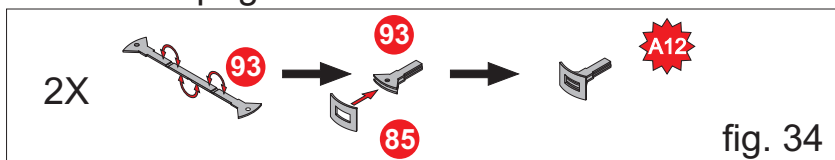

fig. 34
17) In questa fase è descritto l'assemblaggio dei pezzi 12 e 19, pancone anteriore e posteriore. La parte inferiore dovrà richiudersi su se stessa a formare uno scatolato che diventerà il vano per le viti a scomparsa della chiusura del motocarrello. Si prosegue piegando i due pezzi n° 93 a sandwich come mostrato in fig 34. Piegare in forma curva i due pezzi n° 85 Per la perfetta curvatura aiutarsi con una punta da trapano \varnothing 10 mm. Piegare il pezzo n° 93 quindi allargare leggermente le due alette e saldare il pezzo 85. Il pezzo ottenuto sarà nominato A12. Preparare in questa fase anche il gancio di traino pezzo n°75 che andrà piegato di 180 gradi e poi inserito nel foro del pezzo n° 87. Piegare le alette presenti nei pezzi n° 31 e 41 ed assemblarli con i pezzi n°12 e 19 saldandoli dall'interno. Inserire ora le due bocche di lupo gruppi A12 nei fori del pezzo n°31 e n°41. I due gruppi ottenuti saranno nominati A14 A15. Applicare un piccolo pezzo di nastro dietro il foro per il gancio di traino (freccie gialle fig 36). I due gruppi sono pronti per la verniciatura. Descritta a pag 15.